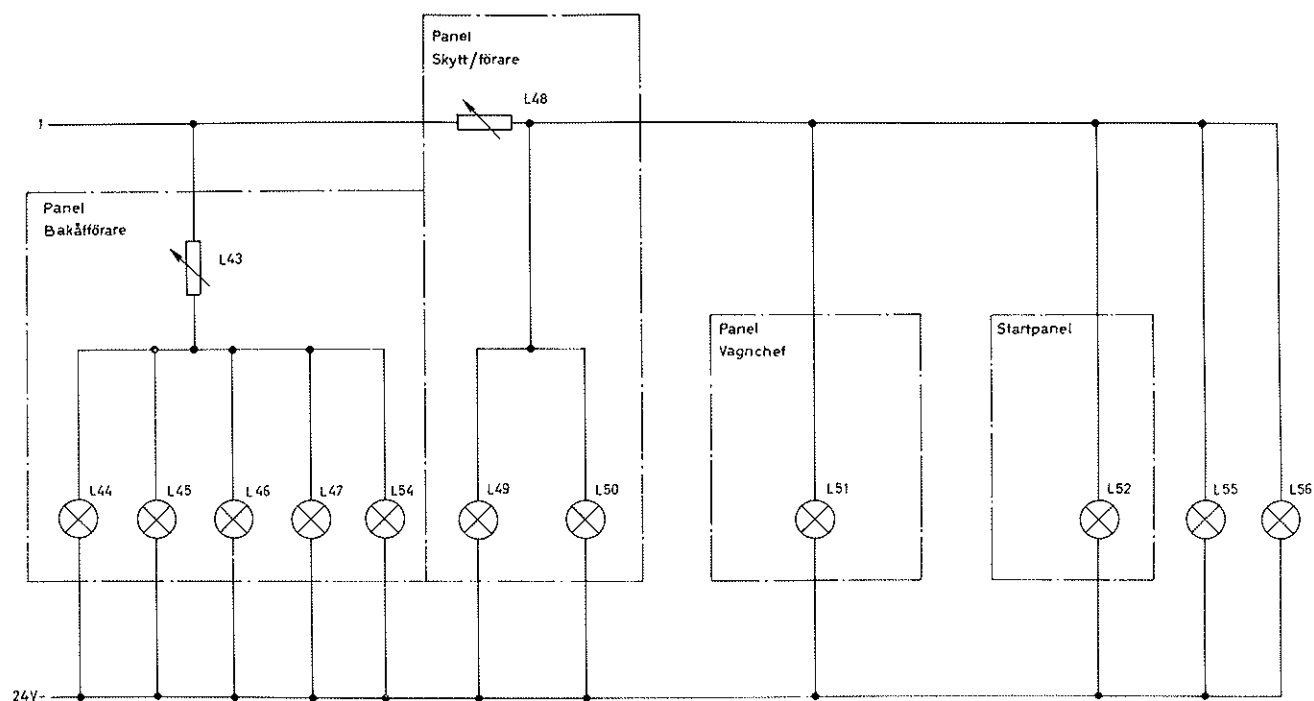

Bild 97. Panelbelysning, principschema
3. Se bild 97, Panelbelysning och bild 103, Invisningsystem
Över säkringen L37 matas ström till panelbelysningen (bild 97) och till invertisningsinstrumenten i skytten/förarens sikte (bild 103). Säkringen skyddar även uppvärmningsanordningen för riktikarnas okular och kretsarna för lamporna L39, L41 och L53. Lamporna L39 och L41 regleras med potentiometrar.
De fem lamporna på bakåtförarens panel regleras med potentiometern L43. Potentiometern L48 reglerar övriga panelbelysningslampor samt lamporna i vattenpassen. Vagnchefens panel finns endast i vagnarna 2101—2170. I övriga vagnar är lampan L54 på bild 97 märkt L51.